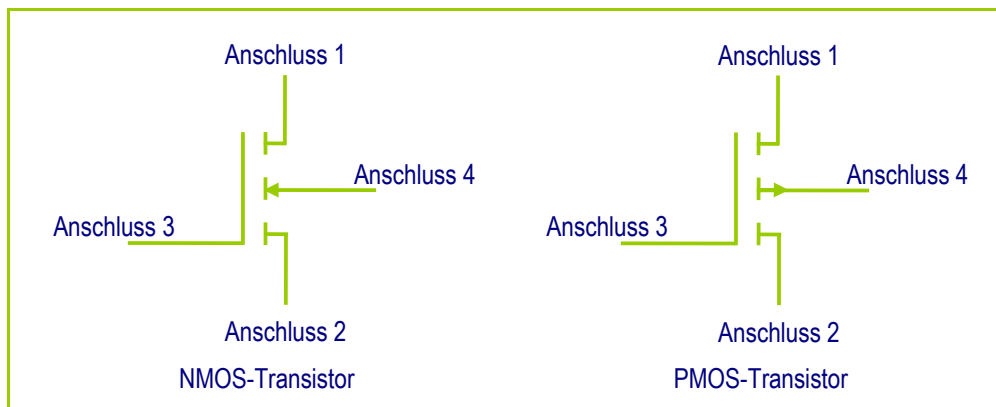

Abbildung 3 Schaltzeichen eines NMOS- und PMOS-Transistors
In diesem Aufgabenteil betrachten wir die Energiebilanz bzw. Verlustleistung grundlegender Schaltungselemente von Mikrochips. Es werden einfachere und komplexere Zusammenschaltungen von NMOS- und PMOS-Transistoren untersucht und verglichen. Zunächst stehen die Transistoren selbst im Mittelpunkt, für die Abbildung 3 die Schaltzeichen darstellt.
8. Zeichnet die CMOS-Schaltung für ein NAND-Gatter mit 2 Eingängen und einem Ausgang. Benutzt dabei die in Abbildung 3 dargestellten NMOS- und PMOS-Transistortypen. Zeichnet die zwei Eingänge in eurem Bild links und den Ausgang rechts und kennzeichnet sie deutlich mit den Buchstaben A, B (Eingänge) und Y (Ausgang).